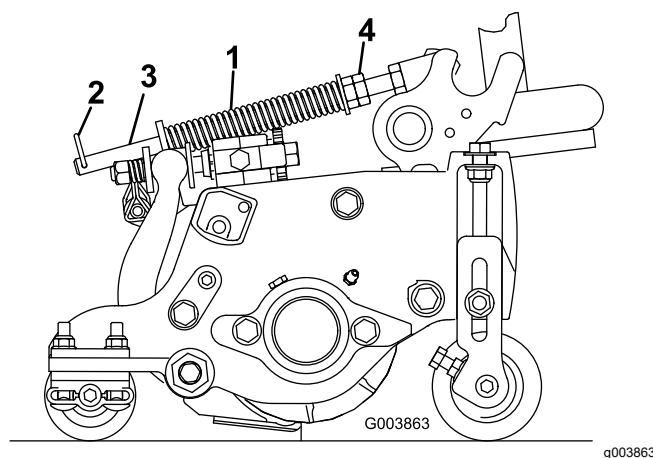

Рисунок 51
Пружина компенсации состояния грунта (Рисунок 51) переносит вес с переднего на задний валок. Это препятствует образованию на грунте волнообразных неровностей (так называемых «волн» или «трясок»).
1. Убедитесь, что игольчатый шплинт вставлен в заднее отверстие штока пружины (Рисунок 51).
2. Затяните шестигранные гайки на переднем конце штока пружины так, чтобы длина сжатой пружины была равна 15,9 см; см. Рисунок 51.